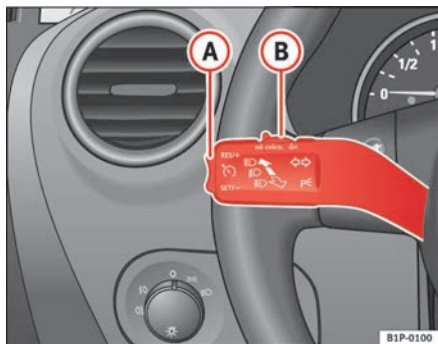

Abb. 126 Blinker- und Fernlichthebel: Schalter und Wippe für die Geschwindigkeitsregelanlage
- Schieben Sie den Schalter ⇒ Abb. 126 **B** nach links auf **ON**.